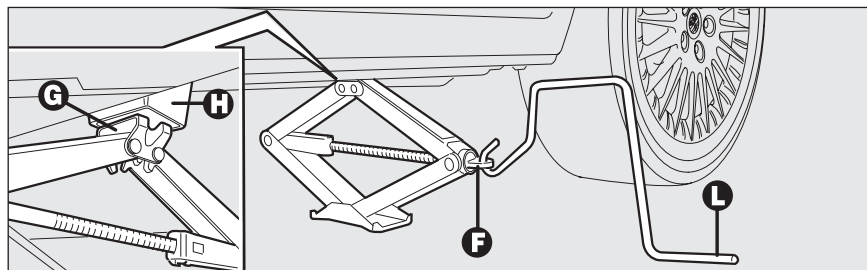

fig. 9
- ☐ accione el dispositivo **F-fig. 9** para extender el gato hasta que la parte superior **G** se introduzca correctamente en el dispositivo de sujeción **H**;
- ☐ introduzca la manivela **L-fig. 9** para accionar el gato y levantar el coche hasta que la rueda se alce algunos centímetros del suelo;